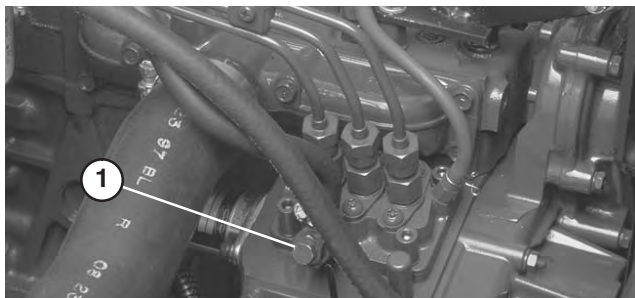

Bild 26
2. Öffnen Sie die Entlüftungsschraube an der Kraftstoffeinspritzpumpe (Bild 26) mit einem 12 mm Schraubenschlüssel.